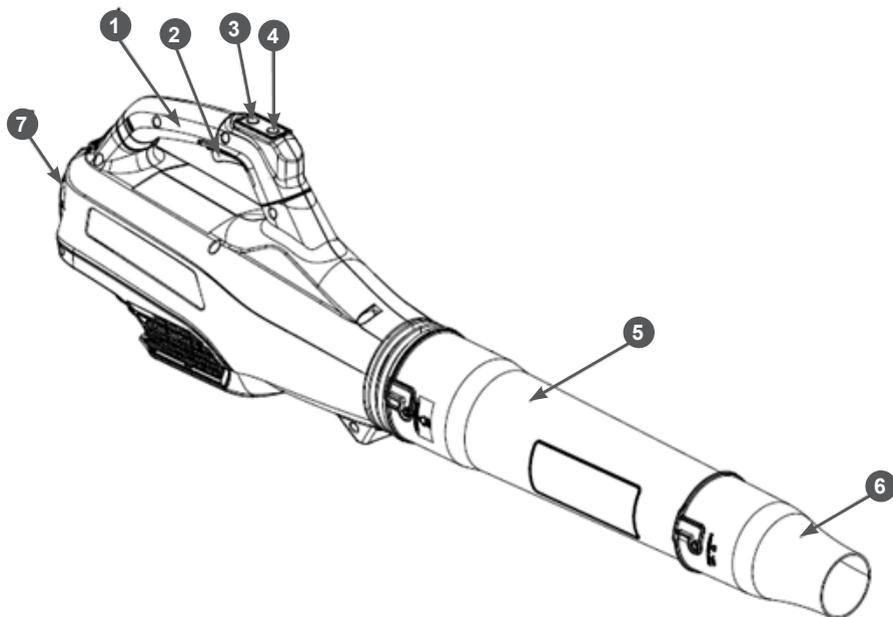

Рис. 1 Основные узлы и органы управления
Основные узлы и органы управления воздуходувки показаны на Рис. 1
2. Установите напорную трубу 5 и насадку 6 высокого давления как показано на Рис. 1.
5. Проверьте исправность органов управления 2,3,4 (Рис. 1).
Чтобы включить воздуходувку, нажмите на выключатель 2 (Рис. 1). Для выключения опустите выключатель.
2. Если скорость воздушного потока недостаточна, то нажатием кнопок 3 или 4 (Рис. 1) выберите режим **ВЫСОКАЯ СКОРОСТЬ** или **ТУРБО РЕЖИМ**.